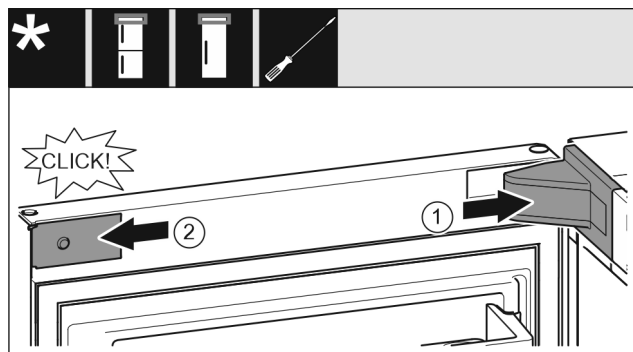

Fig. 22
- Nasadte a zaklapněte kryt stojanu ložiska Fig. 22 (1), příp. opatrně přitlačte od sebe.
- Z boku nasadte zásepku Fig. 22 (2) a zaklapněte.